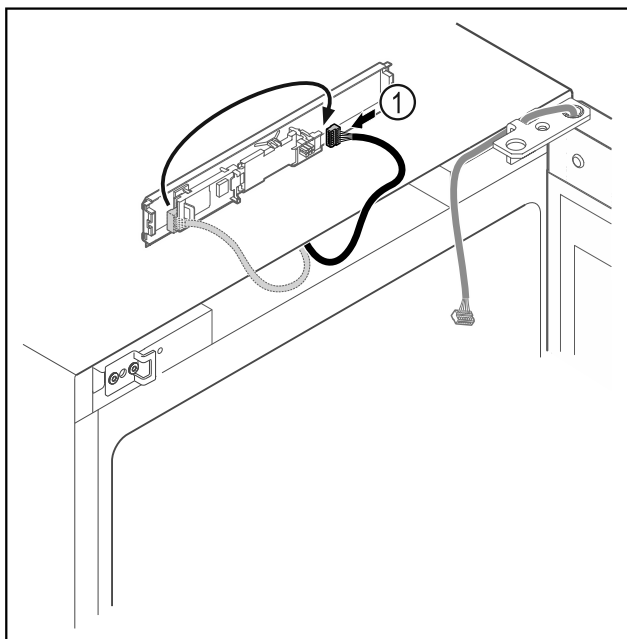

Fig. 15
- ▶ Переставити штекер Fig. 15 (1) на плиті.